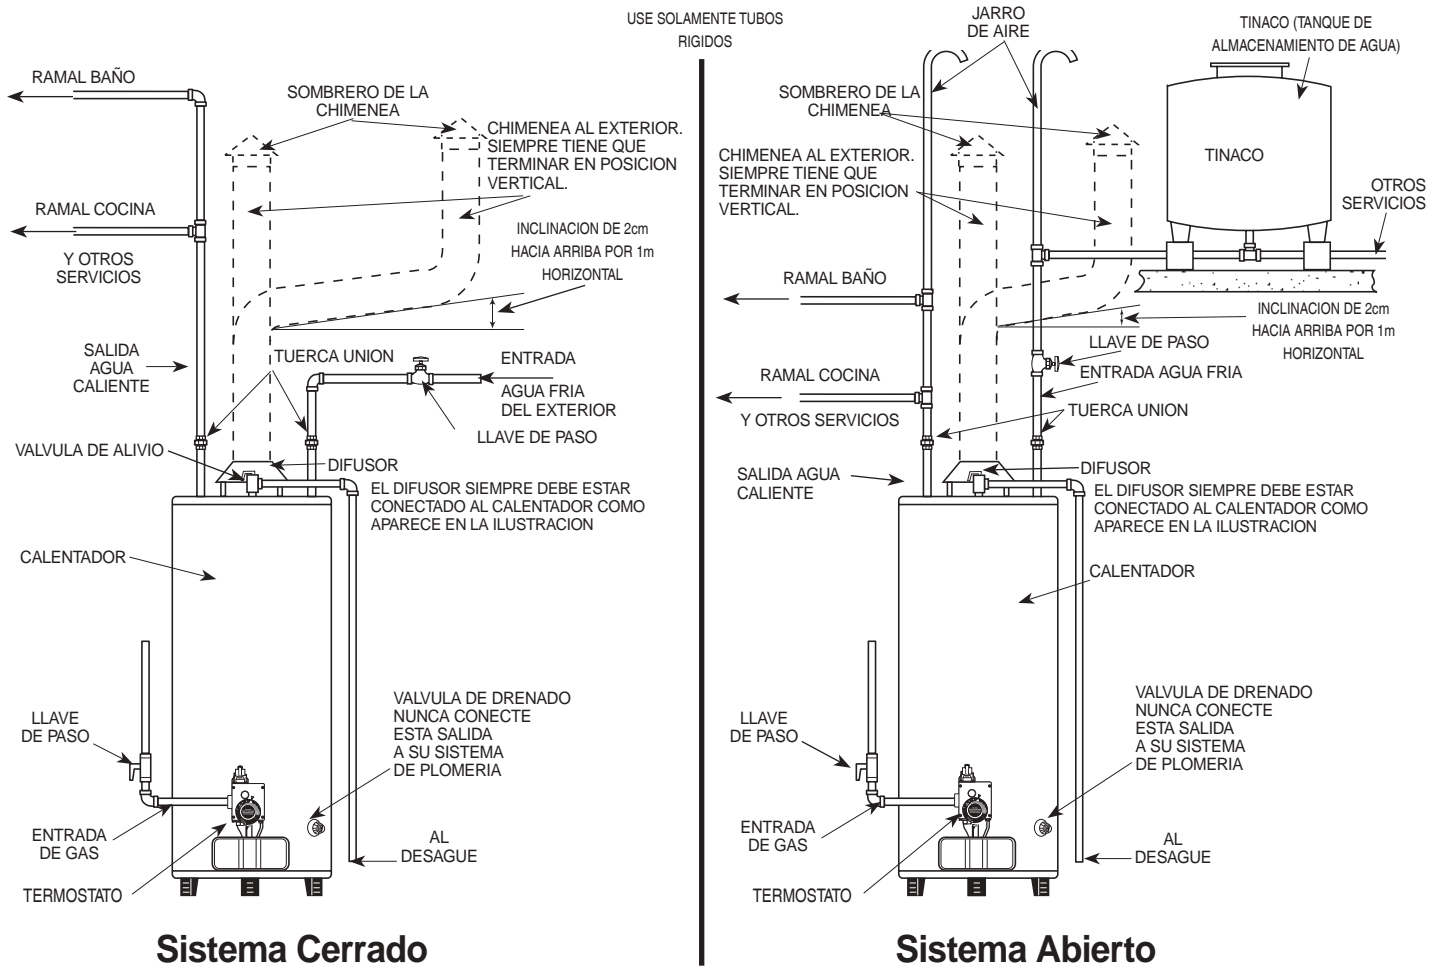

Figura 4. — Instalaciones típicas en un sistema cerrado y abierto
2. **CONEXIONES DEL SUMINISTRO DE AGUA** — Refiérase a la Figura 4 para verificar la instalación típica que se recomienda. Se recomienda la instalación de uniones o de conectores de cobre flexible en las tuberías de agua CALIENTE y FRIA, de modo que el calentador de agua se pueda desconectar fácilmente para darle mantenimiento, si es necesario. Las conexiones de agua CALIENTE y FRIA están marcadas claramente.
Sistema Cerrado para Alimentación de Agua al Calentador: (Ver Figura 4.) Se debe instalar en la salida de agua caliente una válvula de alivio calibrada a lo que especifique el fabricante del calentador. En el sistema cerrado, las bombas o el equipo hidroneumático mantiene la presión alta dentro de las tuberías del sistema. Por razones de seguridad se tiene que instalar una válvula de alivio de hasta 10,5 kg/cm² (150 psi) de presión en el sistema para evitar las presiones excesivas. Si se usa una combinación de temperatura y válvula de alivio la capacidad de BTUH de la válvula de alivio debe ser igual o exceder la entrada de BTUH del calentador de agua tal como aparece en la placa de clasificación.
Sistema Abierto (por medio de tinaco) para Alimentación de Agua al Calentador: (Ver Figura 4.) Se debe instalar en la salida de agua caliente un jarro de aire. En el sistema abierto, el agua se guarda en un estanque elevado y se entrega por gravedad.